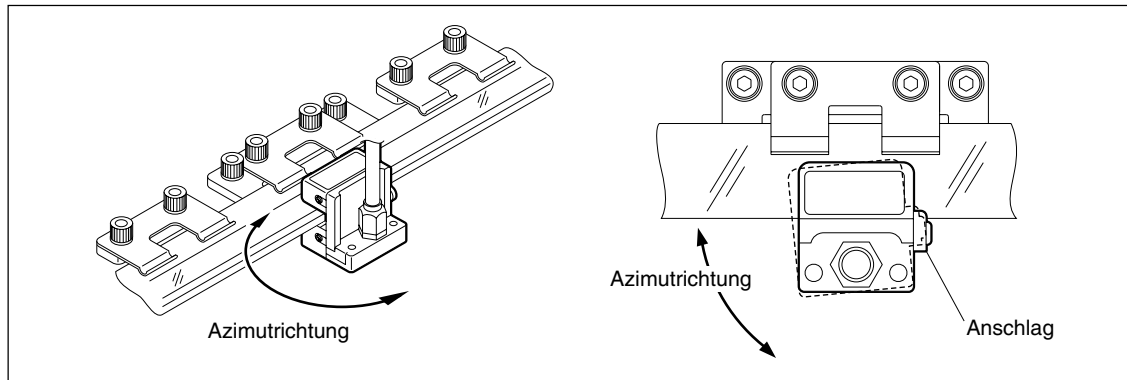

Abb. 3-14
- 2 Drehen Sie den Detektorkopf in Azimutrichtung um den Anschlag, wie in Abb. 3-14 gezeigt, um die Stelle ausfindig zu machen, an der die Lissajousfigur die **maximale** Amplitude hat.